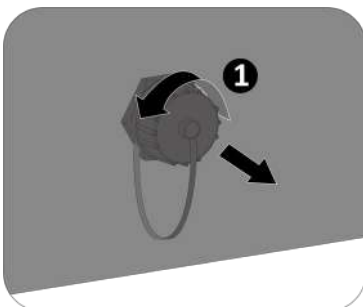

Abb. 29. Kappe entfernen
1. Kappe vom COM1-Anschluss entfernen (siehe Abb. 29)